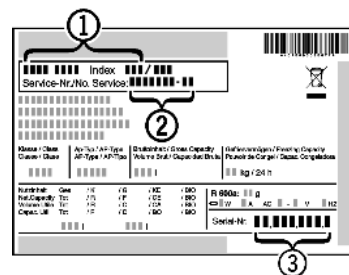

Fig. 16
- ▶ Наименование устройства *Fig. 16 (1)*, сервисный № *Fig. 16 (2)* и серийный № *Fig. 16 (3)* считайте с заводской таблички. Заводская табличка находится внутри устройства слева.
- ▶ Обратитесь в сервисную службу и сообщите вид неисправности, наименование устройства *Fig. 16 (1)*, сервисный № *Fig. 16 (2)* и серийный № *Fig. 16 (3)*.